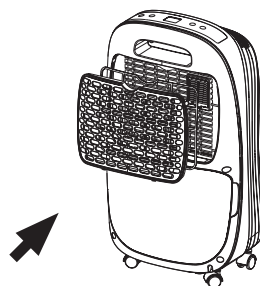

рис. 10
4. Установите сетчатый фильтр и решетку забора воздуха (рис. 10).